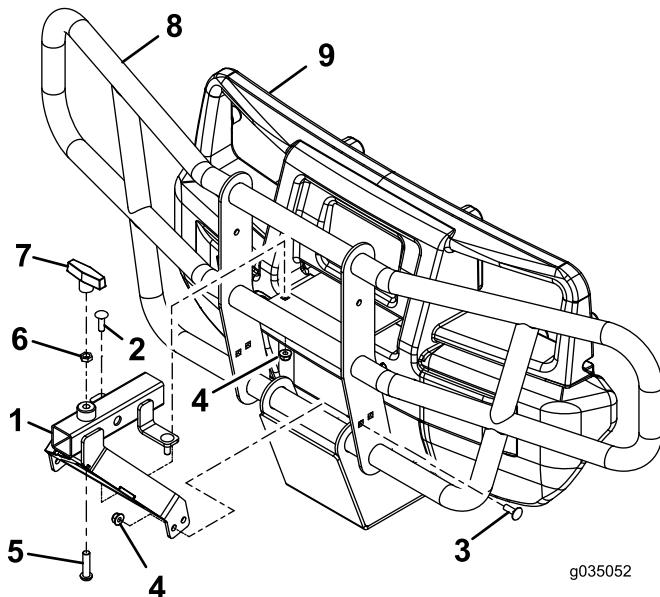

Figura 1
2. Rimuovete ed eliminate i 2 bulloni a testa tonda preeistenti e i 2 dadi di bloccaggio dalla protezione per spazzola, come illustrato nella Figura 1.
3. Montate, senza serrarlo, l'attacco rapido anteriore servendovi di 2 bulloni a testa tonda (5/16 x 1 poll.) e di 2 dadi flangiati (5/16 poll.) come illustrato nella Figura 1.
4. Montate, senza serrarlo, l'attacco rapido anteriore servendovi di 4 bulloni a testa tonda (5/16 x 7/8 poll.) e di 4 dadi flangiati (5/16 poll.) come illustrato nella Figura 1.
5. Montate il bullone a testa tonda, a esagono incassato, il controdado e la maniglia a T (Figura 1).